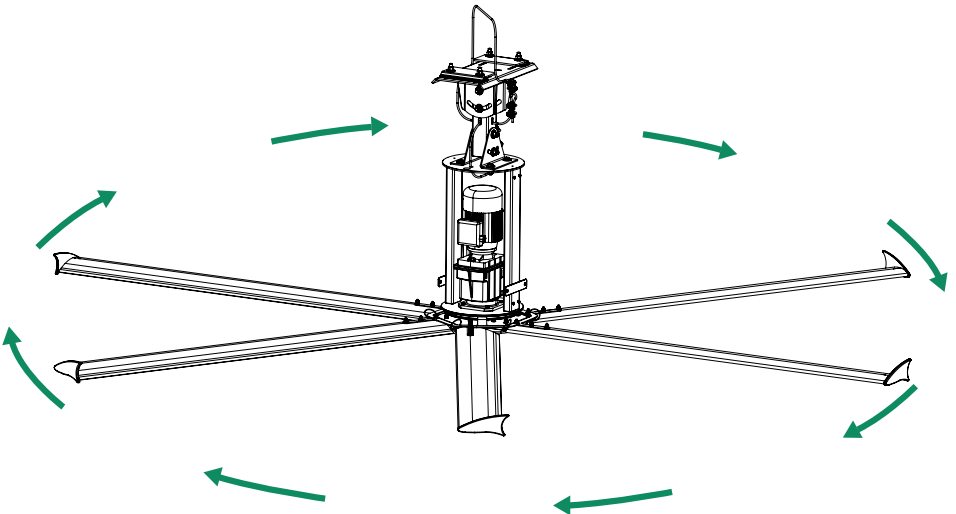

Fig 20.1
**20.7** Verifique la rotación apropiada del ventilador. El giro debe ser en sentido opuesto de las manecillas del reloj, cuando se observa desde el suelo (Fig. 20.1).